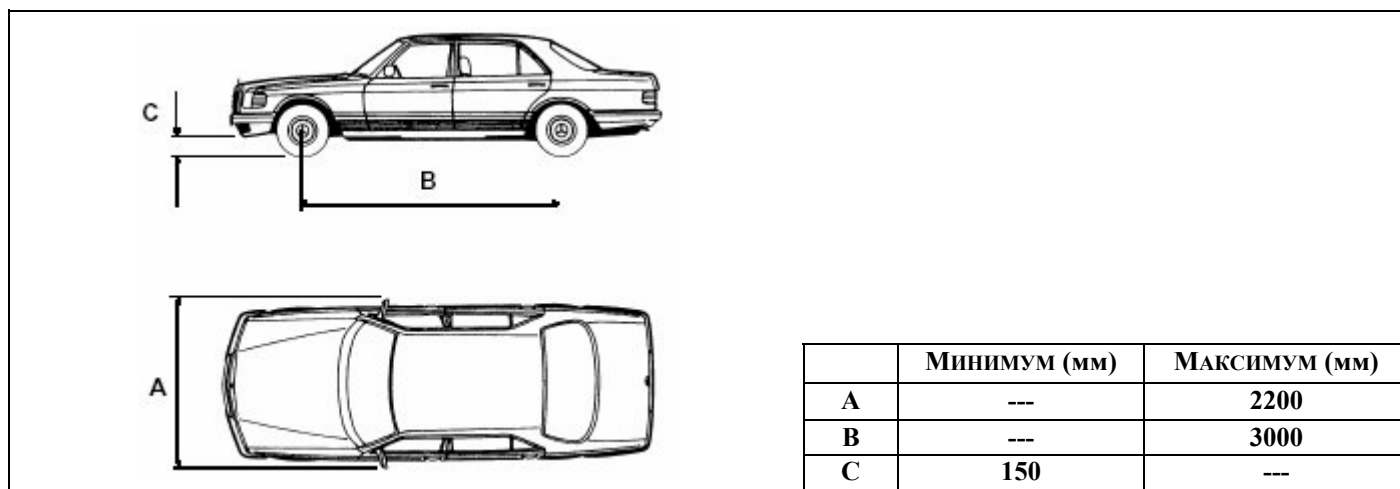
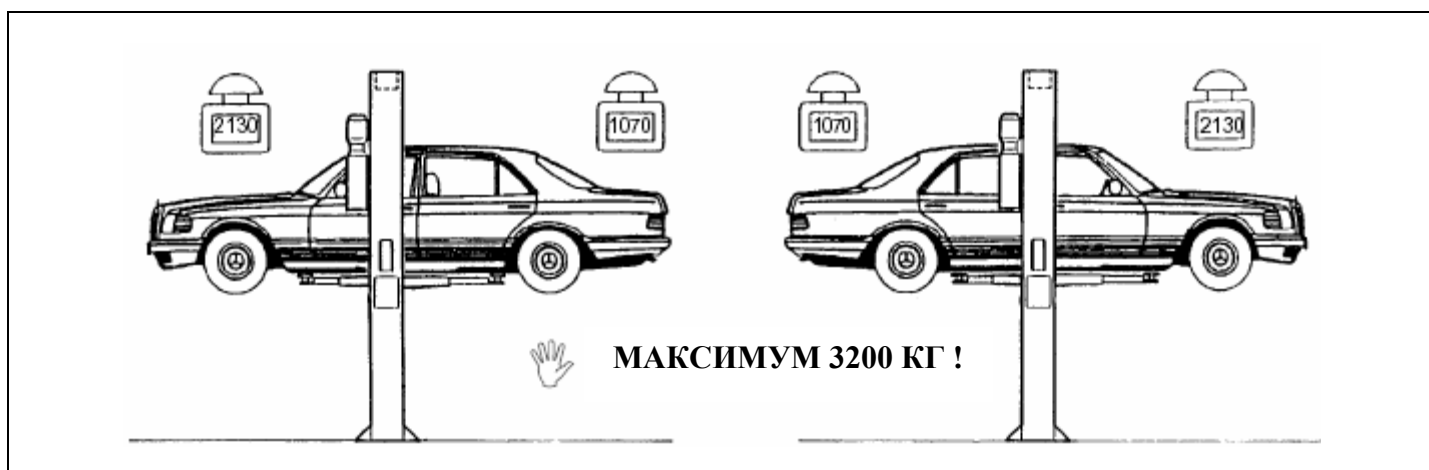

Рис. 11 Минимальные и максимальные габаритные размеры
Рис. 12. Распределение нагрузок
- Соблюдены все ограничения по габаритным размерам и массам автомобилей (Рис. 11 и Рис.12).